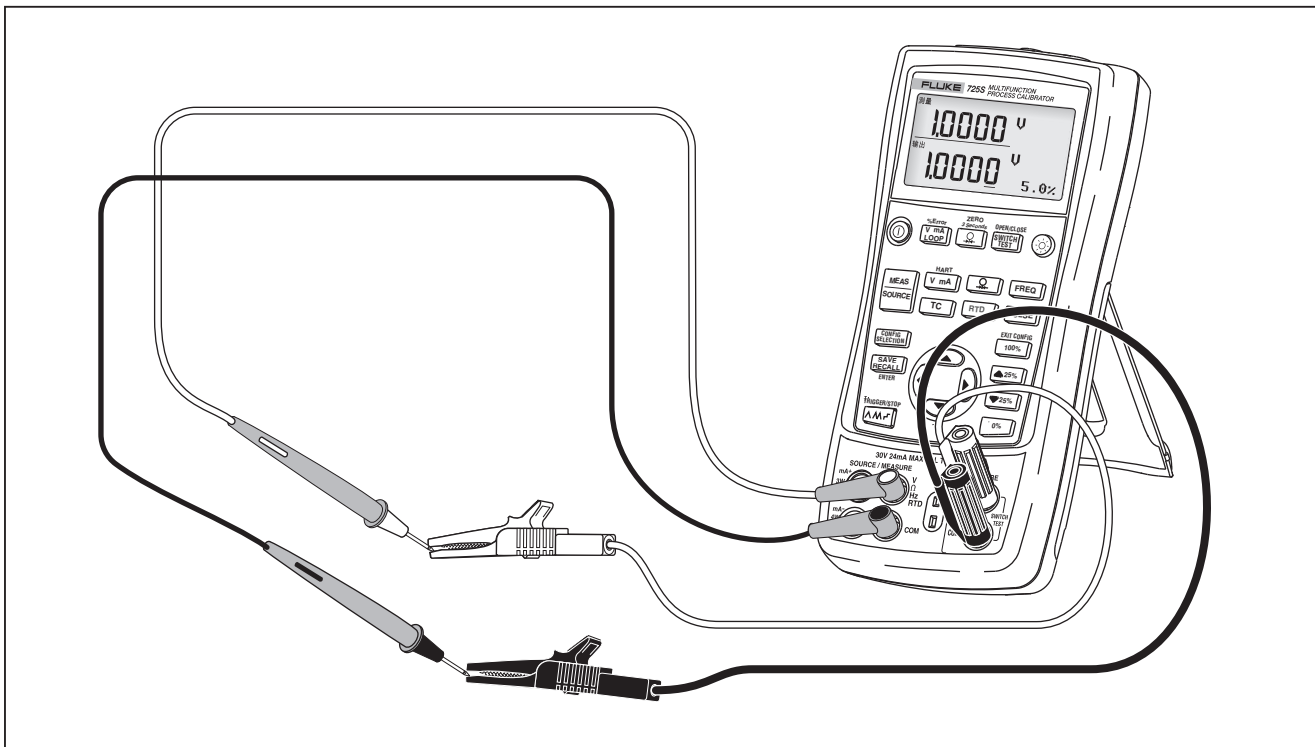

图 6. 电压-电压的测试
1. 按图 6 所示，将本产品的电压输出装置连接至电压输入装置。